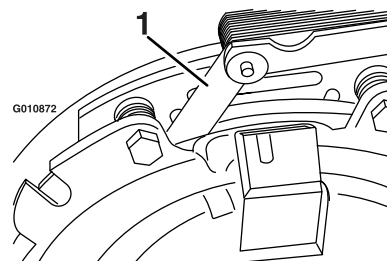
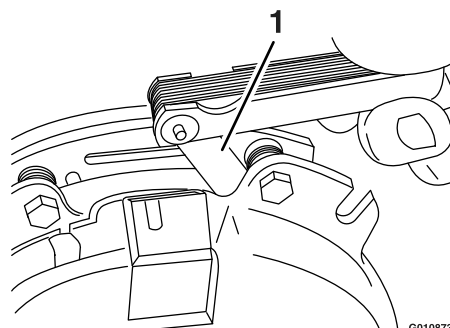

Figure 68
Figure 69
- E. A l'aide d'une jauge d'épaisseur de 0,25 mm (0,01 po), vérifiez qu'il existe un entrefer entre le rotor et la face de l'induit, de chaque côté du pôle de frein, comme montré à la Figure 68 et la Figure 69.